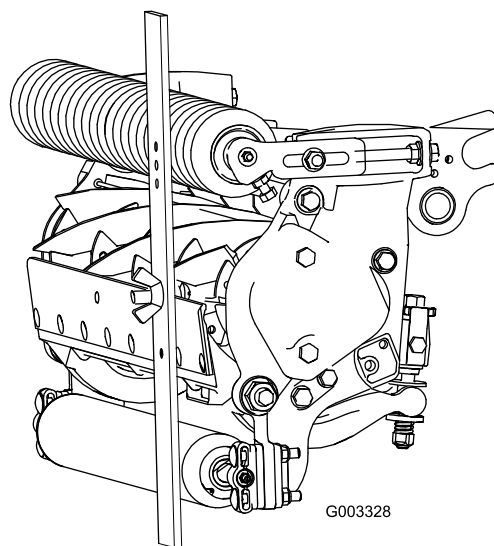

図 20
3. ゲージバーのネジ頭を下刃の切っ先に引っかけ、バーの後端を後ローラに当てがう（図 20）。
4. バーの前端がローラに当たるように、調整ネジで調整する（図 20）。ローラ全体が下刃と平行になるように、ローラの両側を均等に調節する。